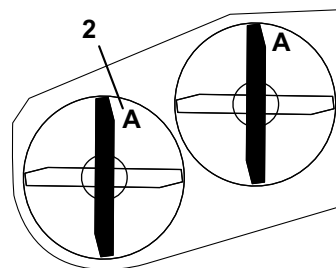
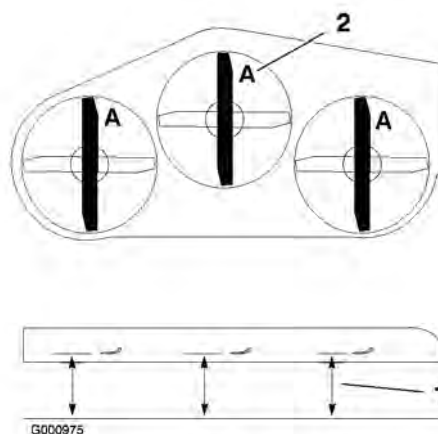

Figure 56
Figure 57
14. L'avant de la lame droite (Figure 56 ou Figure 57) doit être à la même hauteur que l'avant de la lame gauche.
3. Tournez les lames dans le sens longitudinal (Figure 56 ou Figure 57). Mesurez la distance entre la surface plane et le tranchant (position A) des lames (Figure 56 ou Figure 57) et notez cette valeur.